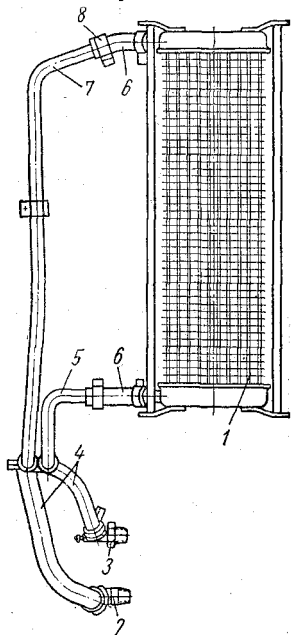

Рис. 21. Масляный радиатор и маслопроводы:
**Масляный радиатор** (рис. 21) включен постоянно и выключать его следует только при пуске холодного двигателя (зимой).